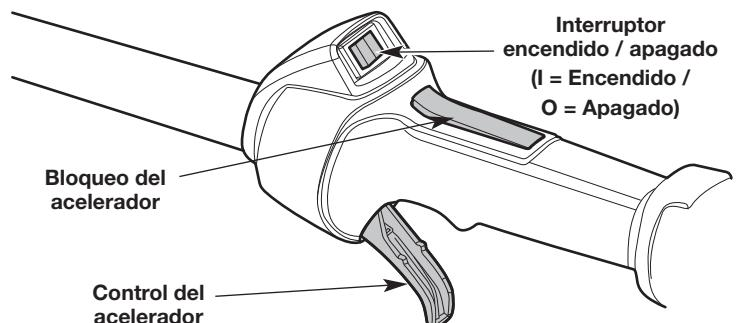

Fig. 15
**NOTA:** No hay necesidad de encender la unidad. El interruptor de Encendido/Apagado debe estar en la posición **Encendido (I)** en todo momento (Fig. 15).
3. Oprima y mantenga apretado el bloqueo del acelerador (Fig. 15). Apriete y mantenga oprimido el control del acelerador (Fig. 15).
2. Oprima y mantenga apretado el interruptor de encendido/apagado en la posición **Apagado (O)** hasta que el motor se pare por completo (Fig. 15).
4. Oprima y mantenga apretado el bloqueo del acelerador (Fig. 15). Apriete y mantenga oprimido el control del acelerador (Fig. 15).